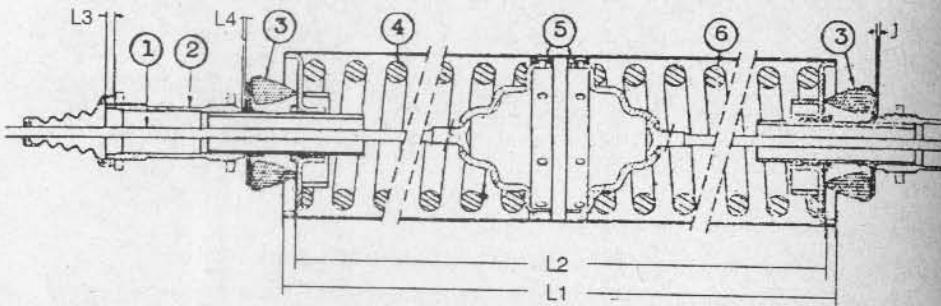

Fig. 1-8.— Cilindro de suspensión, Citroën 2 y 3CV.
**7. Suspensión.**— Los cilindros de suspensión de los Citroën 2 y 3CV y Ami 8 (Fig. 1-8), que se montan bajo la plataforma, uno a cada lado del vehículo, se fabrican de chapa de acero de 0,9 mm. de espesor y 110 mm. de diámetro exterior. Tienen una longitud  $L_1 = 463$  mm., con referencia "AV" hacia adelante, marcada sobre el tubo.